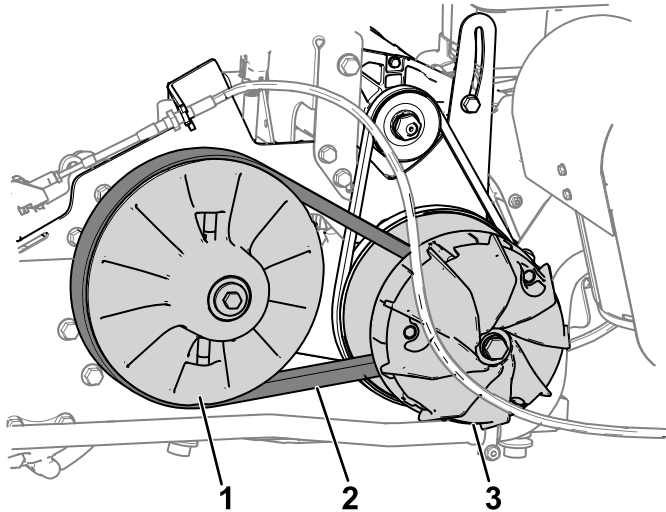

Bild 56
2. Drehen Sie den Riemen und verlegen ihn über die sekundäre Kupplung (Bild 56).
3. Nehmen Sie den Riemen von der primären Kupplung (Bild 56).